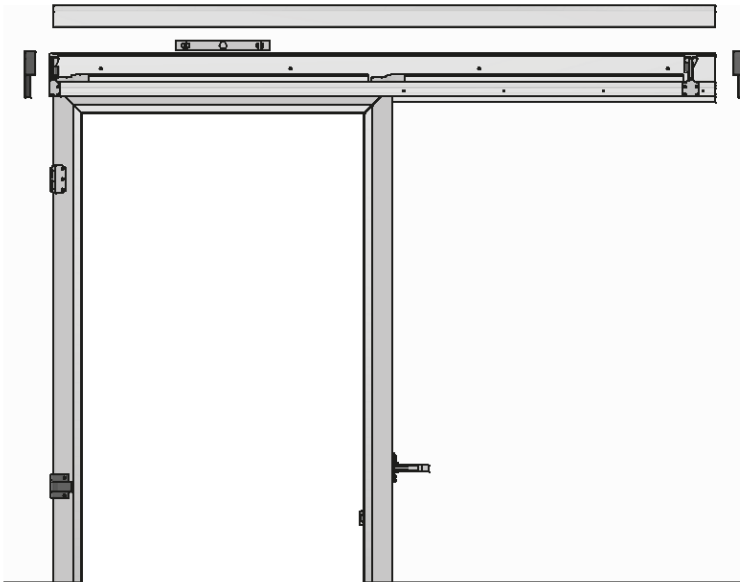

Abb. 4
- Entfernen Sie das Aluminiumgehäuse und die schwarzen Seitenteile von der oberen Führung, positionieren Sie die Führung perfekt horizontal und gegen den Rahmen (Abb. 4); Bohren Sie die Platte mit einem Bohrer Ø13mm und befestigen Sie die Führung mit den mitgelieferten Nylon-Zugstangen (Abb. 5). Montieren Sie die untere Führung auf die gleiche Weise (bohren Sie 2 Löcher für Türen mit einer Türlichte kleiner als 1,8 m und 3 Löcher für eine Türlichte größer gleich 1,8 m).
- Entfernen Sie das Aluminiumgehäuse und die schwarzen Seitenteile von der oberen Führung, positionieren Sie die Führung perfekt horizontal und gegen den Rahmen (Abb. 4); Bohren Sie die Mauer mit einem Bohrer Ø8mm und befestigen Sie die Führung mithilfe der mitgelieferten Dübel (Abb. 5). Montieren Sie die untere Führung auf die gleiche Weise (bohren Sie 2 Löcher für Türen mit einer Türlichte kleiner als 1,8 m und 3 Löcher für eine Türlichte größer gleich 1,8 m).